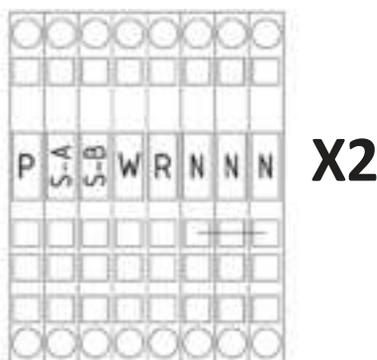

Рисунок 20 - Клеммная колодка X2
4.5.5 Клеммы для присоединения термостата находятся в левой части клеммной колодки X2 котла (см. рисунки 1, 10 и схемы подключения котла рисунки 13-15). При поставке котла установлена перемычка между клеммными контактами «R» и «N1» колодки X2 (рисунок 20). Для подключения термостата к котлу снять перемычку, один провод нормально замкнутой пары контактов термостата присоединить к клемме «R», а второй - к клемме «N1» колодки X2 (рисунок 20).
4.7.5 Электропривод трехходового клапана необходимо подключить к клеммным разъемам «S-A», «S-B» и «N1» на колодке X2 (см. рисунок 20 и схемы подключения котла - рисунки 13 - 15).